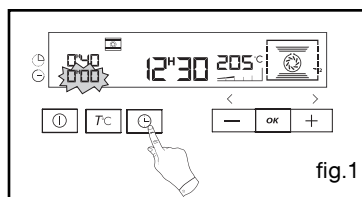

fig.1
L'affichage clignote pour indiquer que le réglage est alors possible (fig. 1).
- Appuyez 3 fois sur la touche  (fig.1)
le four étant à l'arrêt, appuyez sur la touche **OK** pendant quelques secondes, une "clé" vient alors s'afficher dans l'écran-> l'accès aux commandes de votre four est bloqué (fig.1).